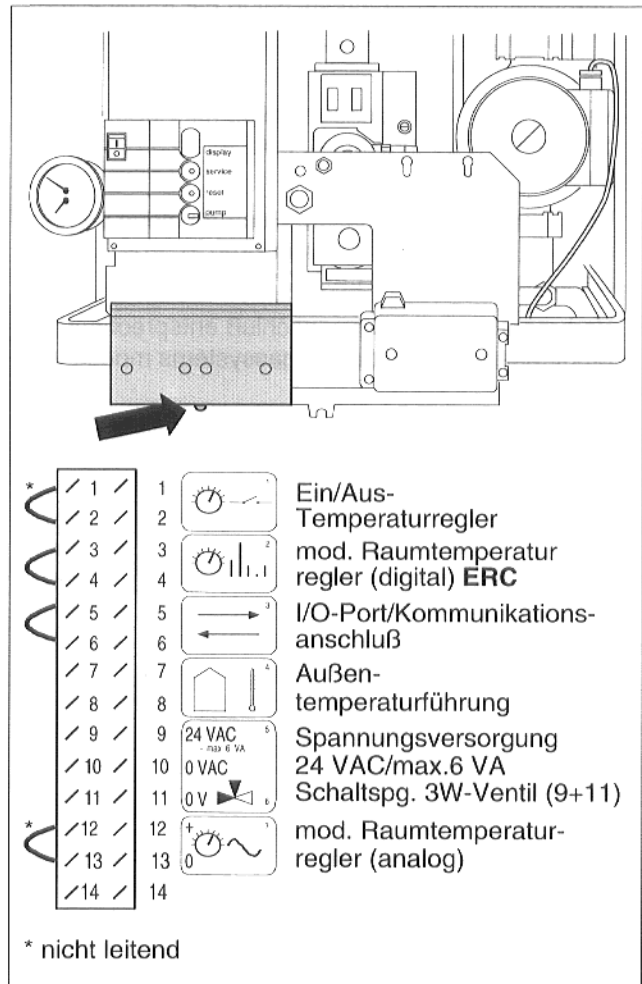

Abb. 8 Anschluß Regelgerät
- Halteschraube des Klemmenkastens zwei Umdrehungen lösen (Abb. 8).
- Brücke entfernen und Regelgerät an der Klemmenleiste nach Schaltplan anschließen (Abb. 8).